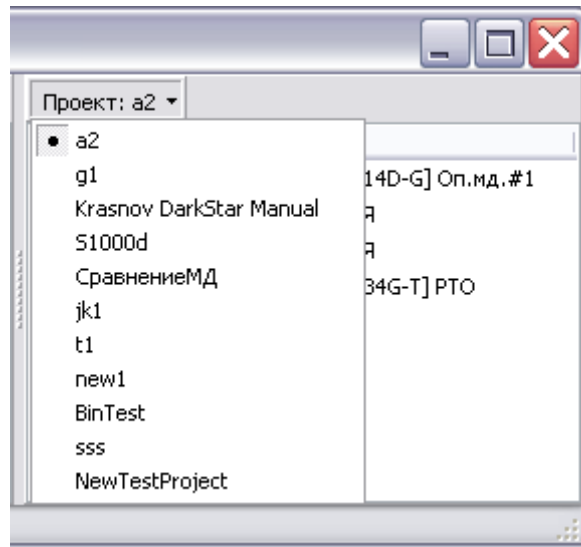

Рисунок 99
5) В правом окне выберите проект, в который будет помещен восстановленный объект. Для этого нажмите на кнопку  и выберите проект из списка (рисунок 99).